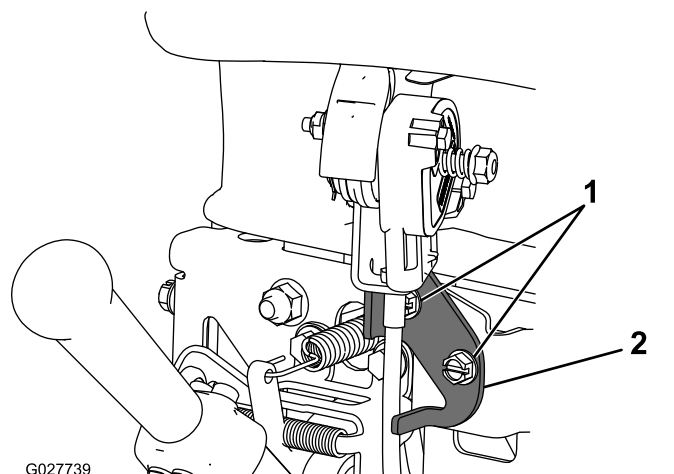

Figure 33
2. Desserrez les 2 fixations de la commande d'accélérateur (Figure 33).